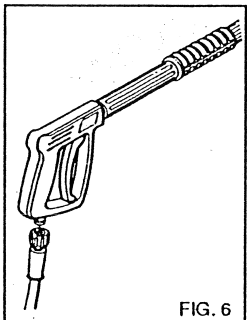

FIG. 6
- 3) Collegare il tubo alta pressione alla idropulitrice C e alla lancia (fig 6).